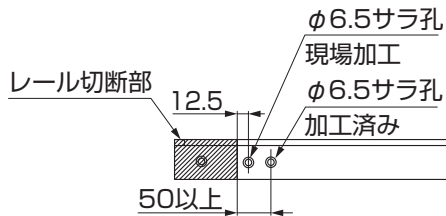
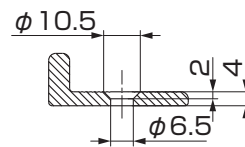

図10-10
図10-11 $\phi 6.5$ サラ孔断面図
- ④ レール切断部から加工済みの孔まで50mm以上の場合は、図を参照して、孔を追加加工してください。(図10-10、図10-11参照)
(5) サイドレール幅寸法